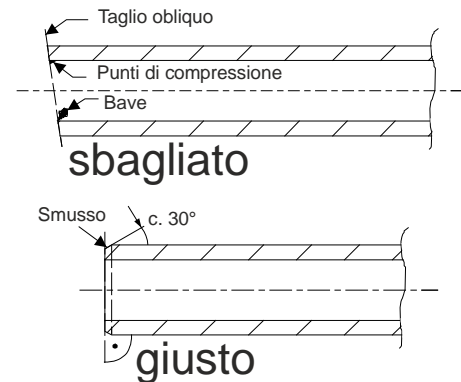

Fig. 6 Taglio dei tubi
- I tubi devono essere tagliati con un tagliatubi alla distanza necessaria. In particolare occorre fare attenzione che il taglio sia perpendicolare all'asse del tubo. Le eventuali "bave" sporgenti vanno eliminate, **Fig. 6**.
- Le estremità dei singoli segmenti di tubo devono essere lievemente smussate mediante un utensile idoneo, ad es. uno spelatubi, **Fig. 6**.